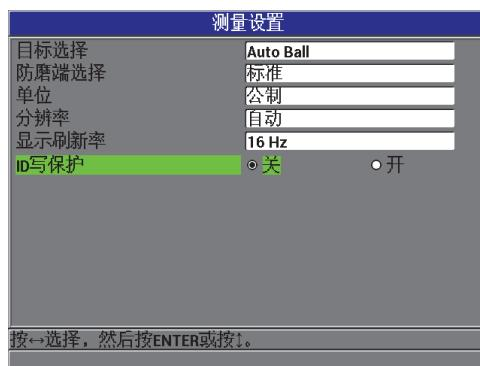

图 6-1 测量设置屏幕
- 在仪器显示测量屏幕时，按 [**设置菜单**] 键，然后选择**测量**，显示**测量设置**屏幕（参见第 103 页的图 6-1）。